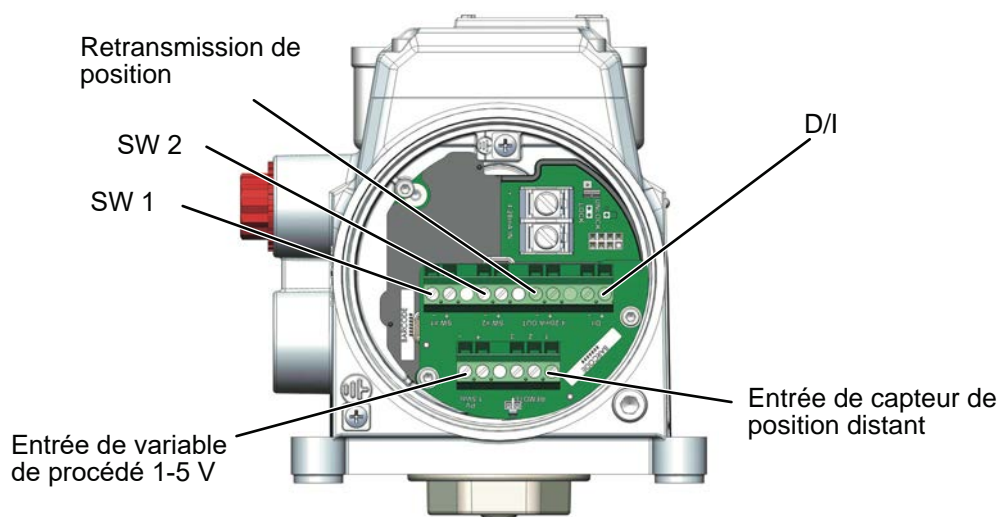

Figure 18 - Connexions au module électronique d'options (via la plaque à bornes)
3. Localisez le bornier approprié sur le module d'options (voir la figure 18).